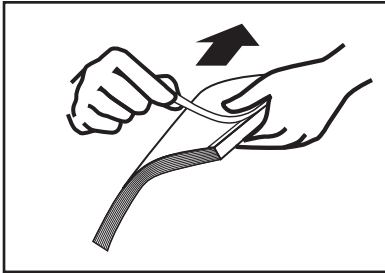

ABBILDUNG 20
6. Nehmen Sie Ihr gebundenes Dokument aus dem Kühlständer und ziehen Sie den schmalen Streifen von der Vorderseite des Binderücken ab (siehe Abbildung 20). Wenn die Folie sich noch nicht leicht ablösen lässt, könnte das Buch noch zu warm sein. In diesem Falle stellen Sie es zurück in den Kühlständer und versuchen Sie es nach ein paar Minuten erneut.